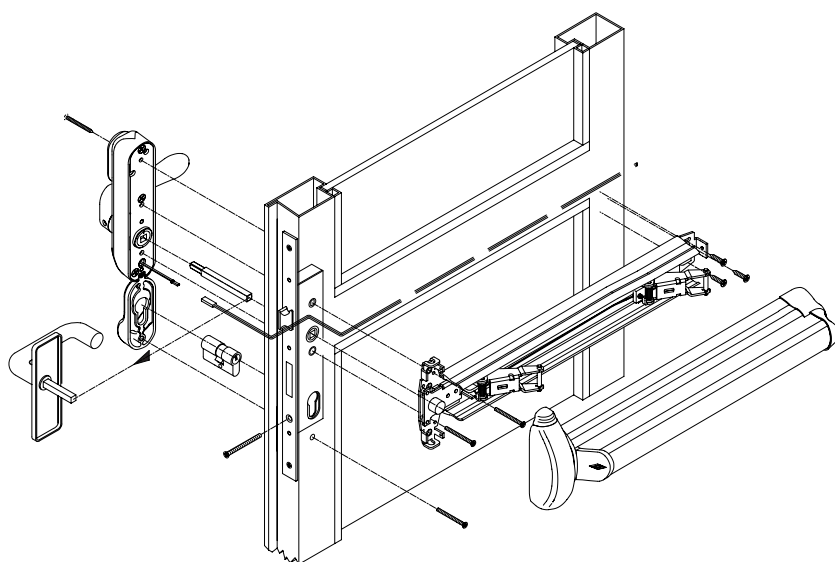
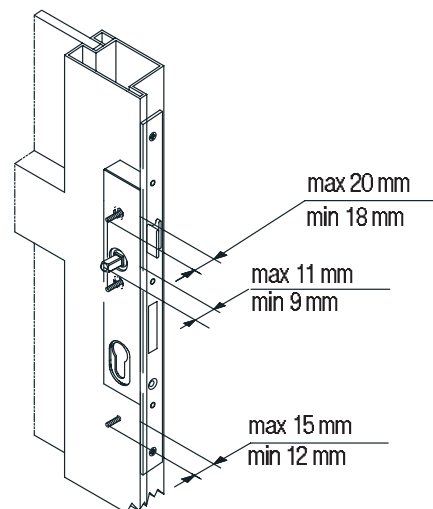

FIG. 4
FIG. 5
IT PREDISPOSIZIONE DELLA PORTA TAGLIAFUOCO PER IL MONTAGGIO CON ELETTROMANIGLIA VERSIONE INFILARE art. 1.07074.71.0 con interasse 92 mm. (Fig. 4 - Fig. 5)
- 4A. installare il quadro, fornito con l'elettromaniglia, verificando che la sporgenza sia compresa nelle dimensioni indicate in fig. 5;
Con il meccanismo della scatola principale del maniglione in appoggio dal lato interno porta, inserire le viti di fissaggio passante in dotazione, verificando che la sporgenza sia compresa nelle dimensioni indicate in fig. 5.
FR PREPARATION DE LA PORTE COUPE-FEU POUR LE MONTAGE AVEC POIGNEE ELECTRIQUE VERSION A ENFILER art. 1.07074.71.0 avec entraxe 92 mm. (Fig. 4 - Fig. 5)
- 4A. Installer le tableau fourni avec la poignée électrique, vérifier que son dépassement soit compris dans la plage de dimensions indiquées sur la fig. 5 ;
Avec le mécanisme du carter principal de la barre anti-panique situé sur le côté intérieur de la porte, insérer les goujons fournis et vérifier que leur dépassement soit compris dans la plage de dimensions indiquées sur la fig.5.
DE VORRÜSTUNG DER BRANDSCHUTZTÜR FÜR DIE MONTAGE EINES ELEKTRODRÜCKERS IN EINSTECKAUSFÜHRUNG Art. 1.07074.71.0 mit Dornmaß 92 mm. (Abb. 4 - Abb. 5)
- 3A. Die wie auf Seite 16 vorgesehene Bohrung auf dem Pfosten ausführen; Den mit dem Elektrodrücker mitgelieferten Vierkantstab montieren und sich dabei überzeugen, dass er nicht weiter vorsteht als in Abb. 5 angegeben;
- 5A. Die Zylinderplatte mit Dornmaß **92 mm** kann mit der eigens hierfür vorgesehenen Schraube am Elektrodrückerkörper befestigt werden. Mit dem auf der Türinnenseite aufliegenden Mechanismus des Hauptschlosskastens der Betätigungsstange die mitgelieferten durchgehenden Befestigungsschrauben einsetzen und sich überzeugen, dass sie nicht über die in Abb. 5 angegebenen Maße vorstehen.
EN PRE-SETTING A FIRE DOOR FOR INSTALLATION OF A MORTISE VERSION ELECTRIC HANDLE item 1.07074.71.0 with center distance 92 mm (Fig. 4- Fig. 5)
- 4A. install the square spindle supplied with the electric handle ensuring that its protruding part is within the dimensional range shown in fig. 5;
With the panic exit device main box mechanism resting against the door inside, introduce the supplied fixing screws, ensuring that their protruding part is within the dimensional range shown in fig. 5.
ES PREPARACIÓN DE LA PUERTA CORTAFUEGOS PARA MONTAJE CON ELECTROMANILLA VERSIÓN EMBUTIDA Art. 1.07074.71.0, con distancia entre ejes de 92 mm (Fig. 4 - Fig. 5)
- 4A. Instale el cuadrado suministrado con la electromanilla, verificando que la parte sobresaliente esté comprendida en las dimensiones indicadas en la Fig. 5;
- 5A. La placa cilindro, con distancia entre ejes de **92 mm,** puede ser fijada al cuerpo de la electromanilla con el correspondiente tornillo suministrado. Con el mecanismo del cofre principal de la barra apoyado en el lado interior de la puerta, introduzca los tornillos pasantes de fijación suministrados, verificando que la parte sobresaliente esté comprendida en las dimensiones indicadas en la Fig.5.
NL VOORBEREIDING VAN DE BRANDDEUR OP MONTAGE VAN ELEKTRISCHE HANDGREEP VOOR INSTEKMONTAGE art. 1.07074.71.0 met hartafstand van 92 mm. (Fig. 4 - Fig. 5)
- 4A. installeer het paneel dat bij de elektrische handgreep wordt geleverd. Controleer of het niet meer uitsteekt dan de afmetingen die staan aangegeven in fig. 5;
- 5A. de cilinderplaat met hartafstand van **92 mm** kan aan de elektrische handgreep worden bevestigd met de bijgeleverde schroef. Breng met het mechanisme van het hoofddeel van de handgreep tegen de binnenzijde van de deur de bijgeleverde tapeinden bevestigingsschroeven aan. Controleer of het niet meer uitsteekt dan de afmetingen die staan aangegeven op fig.5;
- 3B. install the square spindle supplied with the electric handle ensuring that its protruding part is within the dimensional range shown in fig. 5;